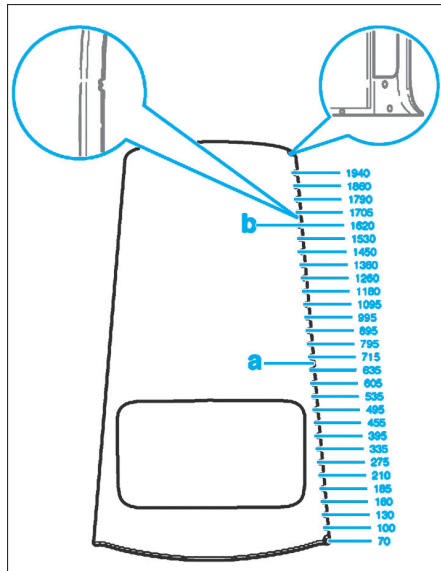

FIG. 32
• Marquer l'emplacement des points de soudure (a) et (b) (Fig.32) ainsi que des trous de rivetage à l'aide d'un crayon papier à pointe tendre.